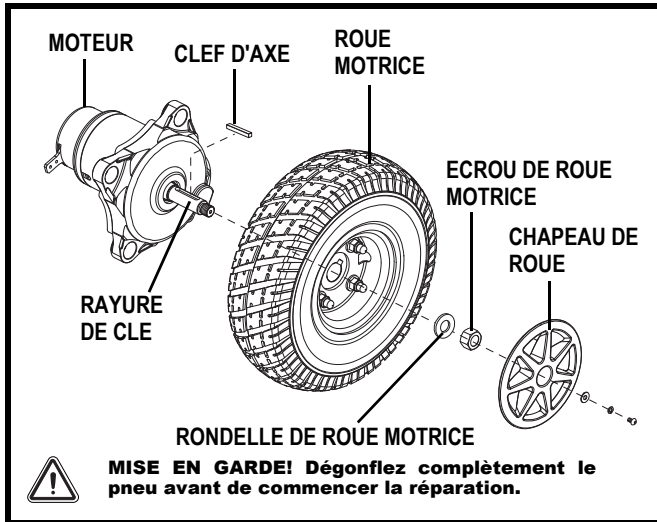

Figure 27. Roue motrice du Jazzy Select 6 et Jazzy Select 6 avec sièges électriques
5. Retirez le chapeau de roue. **Voir la figure 27.**
6. Retirez l'écrou et la rondelle de roue motrice sur l'essieu. **Voir la figure 27.**